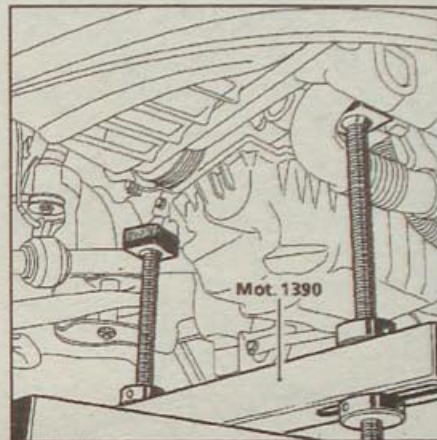

Рис. 4.27. Расположение двух стоек универсальной опоры Mot. 1390 под силовым агрегатом
- Подготовьте универсальную опору Mot. 1390 и вместе с помощником установите ее под силовую агрегат (рис. 4.27, 4.28).